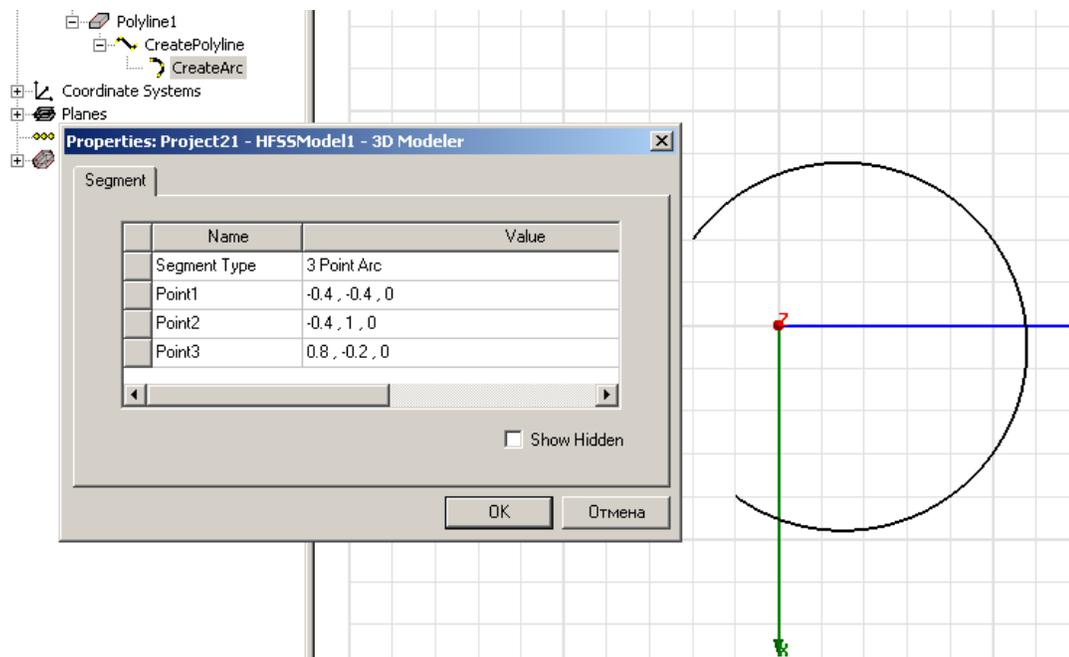

Рис. 3.5. Черчение сегмента дуги
3. Выберите среднюю точку дуги, щелкая точку или печатая координаты в поля X, Y, и Z (рис. 3.5).
Появляется окно **Properties** (рис. 3.5), позволяя модифицировать атрибуты дуги.